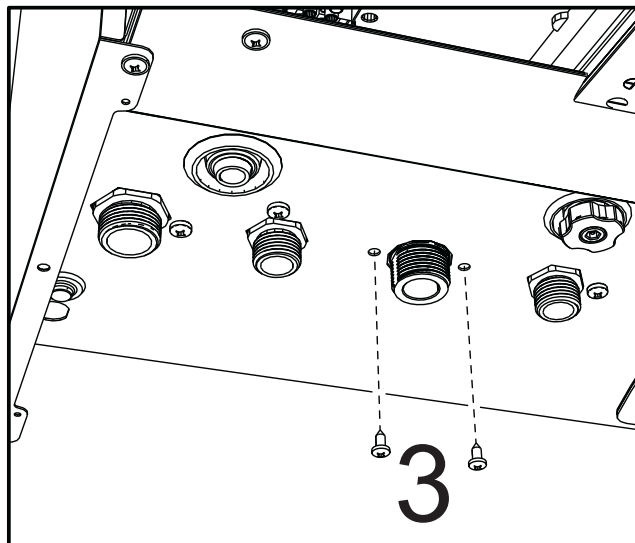

рис. 43
- Открутите винты 3 (рис. 43).